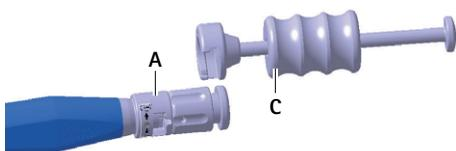

Рис. 5 Монтаж ударного молотка на установочном инструменте
- ▶ Смонтировать ударный молоток C на установочном инструменте A, см. Рис. 5.
- ▶ Смонтировать ударный молоток В на установочном инструменте А, см. Рис. 5.